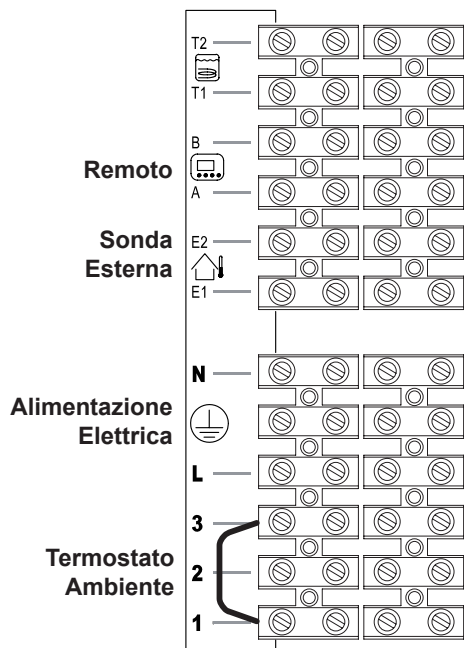
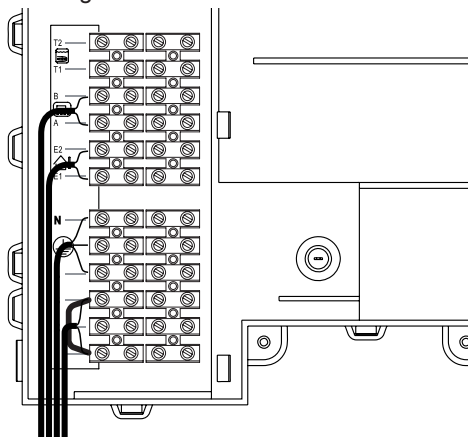

Figura 5.20
Figura 5.21
- Collegare il cavo di alimentazione elettrica proveniente dall'interruttore onnipolare alla morsetteria di alimentazione elettrica della caldaia Figura 5.20 rispettando la corrispondenza della linea (filo marrone) e del neutro (filo azzurro).
Il percorso del cavo o dei fili di alimentazione elettrica della caldaia e del termostato ambiente devono seguire il percorso indicato in Figura 5.21.
Per il collegamento di un termostato ambiente servirsi dei morsetti indicati in Figura 5.20.
Per il collegamento di valvole di zona servirsi dei morsetti termostato ambiente indicati in Figura 5.20 e Figura 5.21. I conduttori elettrici dei contatti del micro della valvola di zona vanno inseriti nei morsetti "1 e 3" della morsettiiera termostato ambiente come in Figura 5.21.